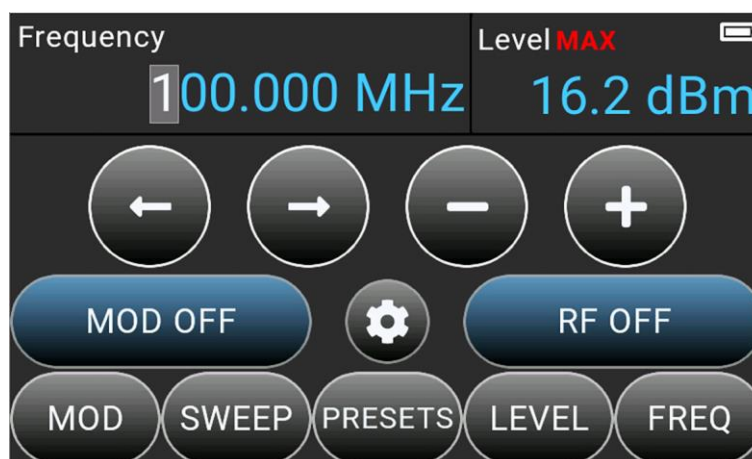

Рисунок 8.1 – Экранный интерфейс прибора
8.2. Под информационными областями расположены интерактивные кнопки управления интерфейсом (Рисунок 8.1):